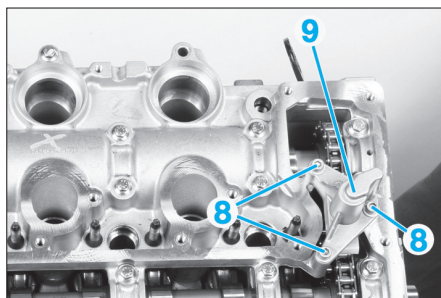

Fig. 54
- les fixations (8) du tendeur de chaîne (9) (Fig.54),
- le tendeur de chaîne (9),